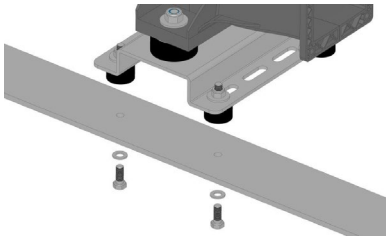

ABBILDUNG 3
1. Den Lüfter mit den entsprechenden Befestigungselementen M8 an der Anlage/Maschine befestigen (nicht im Lieferumfang enthalten). (ABBILDUNG 3);